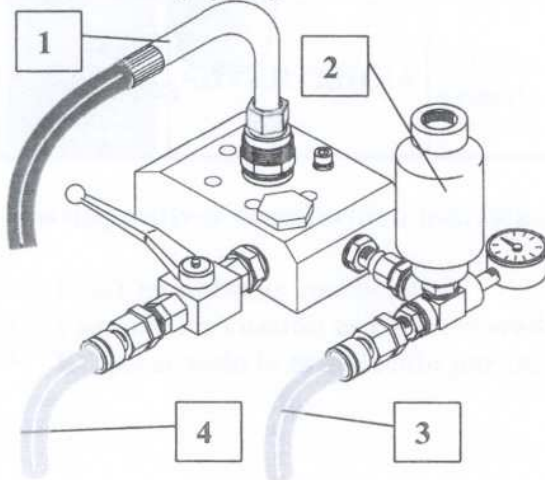

Fig.27
4) **No quiten NUNCA** los tubos a través de los que pasa el producto mientras la máquina esté funcionando (fig. 27).